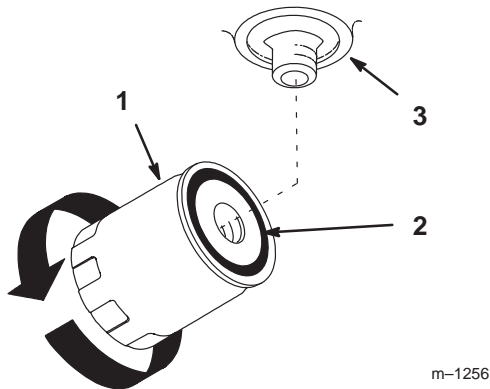

Bild 82
4. Ölen Sie die Gummidichtung am Austauschfilter (Bild 82) leicht mit Hydrauliköl ein.
7. Wenn das Öl überläuft, drehen Sie den Ölfilter im Uhrzeigersinn, bis die Gummidichtung den Anbaustutzen berührt. Ziehen Sie ihn dann um eine weitere 1/2 Umdrehung fester (Bild 82).